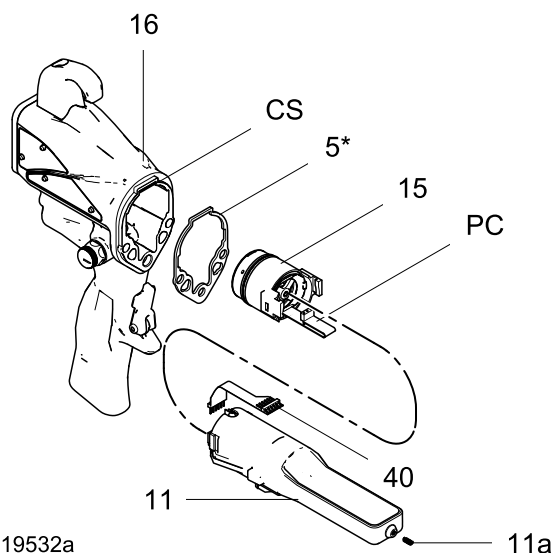
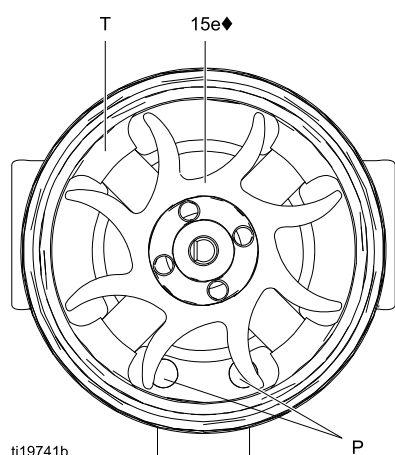

Figure 34 Nätaggregat
Figure 35 Fläktorientering
- Placera lindningen (15a) på arbetsbänken med fläktänden vänd uppåt. Tryck på fläkten (15e♦) på spindelns (S) långa ände. Fläktbladen måste orienteras enligt bilden.
- Tryck försiktigt spolenheten (15a) in i husets framsida (15d♦). Treledarkontakten (PC) måste placeras under det bredare urtaget (W) på husflikarna, som i bild 35. Kontrollera att riktstiften (P) på lindningen placeras som i bild 34.
- Vrid fläkten (15e) om så behövs så att den går fri för de fyra lagerflikarna (T) på baksidan på huset. Se till att bottenaxellagrets knivar (15b1♦) är i linje med flikarna.